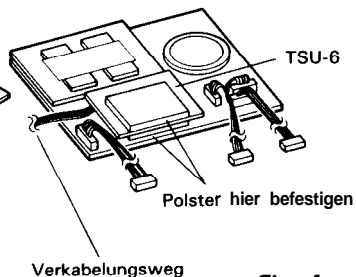

Fig. 4
3. Legen Sie die DRU-1 wie auf der Abb. 3 vorsichtig in den Transceiver. Vergessen Sie nicht die TSU-6 zu befestigen, wenn Sie diese Einheit gleichzeitig einbauen. (Abb. 4) Ziehen Sie die Schrauben fest.